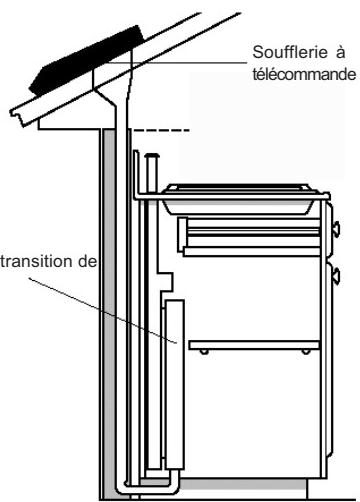

Fig. 3
F. Vérifier les chemins de conduit potentiels et choisir le plus court possible depuis l'appareil au mur extérieur ou au toit par un mur intérieur et le grenier. À des fins d'aide, des installations de conduit typiques sont montrées aux figures 3 à 6. L'installation pour un flot requiert un conduit sous le plancher. Les emplacements péninsules requièrent habituellement des conduits latéraux par les armoires ou sous la base des armoires. Il faut prendre en considération les interférences potentielles des conduits par la structure de l'édifice (montants de plancher ou mur) et les services utilitaires (câblage électrique, eau, gaz, etc.).
Figures 3 à 6 sont des exemples de conduits